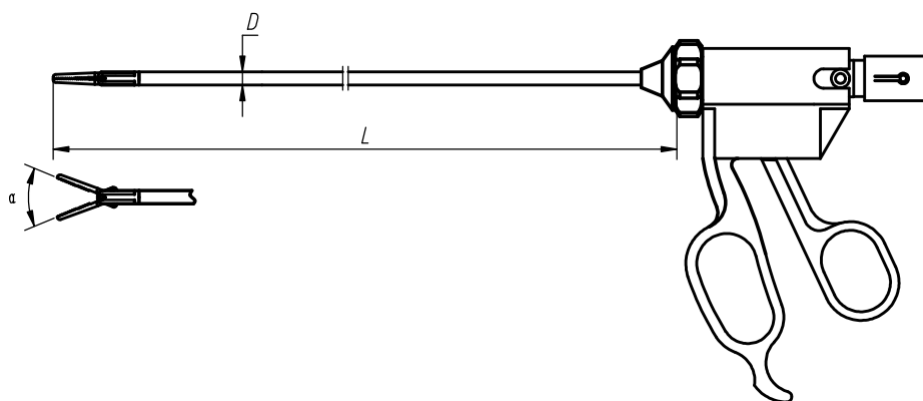

Fig.6 Diagrama da estrutura da Pinça bipolar-Alça I
F. A estrutura de contorno e as dimensões básicas da Pinça Bipolar são mostradas na Fig. 6 e na Tabela 6.